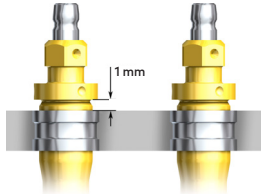

Figure 1 : Position du porte-implant guidé Guided Implant Mount dans la gaine du guide chirurgical
- Insérer le premier implant (p.ex., à la position de canine) jusqu'à ce que le col du porte-implant guidé Guided Implant Mount soit à 1 mm de la surface externe de la gaine dans le guide chirurgical (voir la figure 1). Laisser le porte-implant guidé Guided Implant Mount en position.